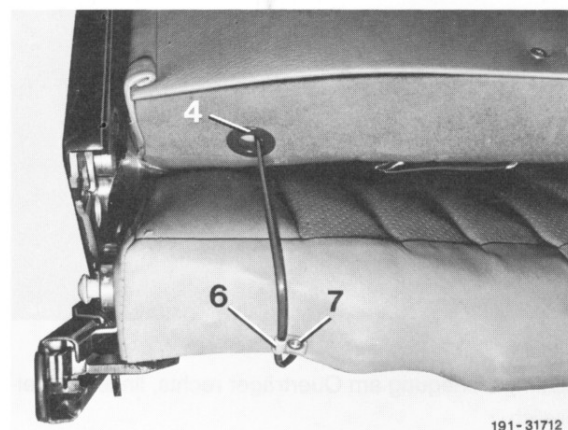

Bild 9
14 Elektrische Leitungen von beiden Heizkissen (1) mit den Teilen (4 bis 8) nach Bild 9 und 10 befestigen, dazu für die Blechschraube (7) ein Loch mit 3 mm Ø in den Sitzkissenrahmen bohren.